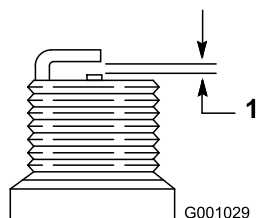

Рисунок 38
4. На новой свече установите зазор между электродами 0,76 мм, как показано на Рисунок 38.